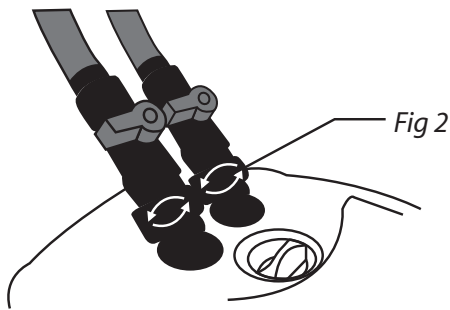

Fig 2
4. Desconecte los grifos de la unidad principal desenroscándolos. Deshacer el cuello cerca de la cabeza del filtro. No los que están del mismo lado de la manguera. Algo de agua goteará. Fig 2